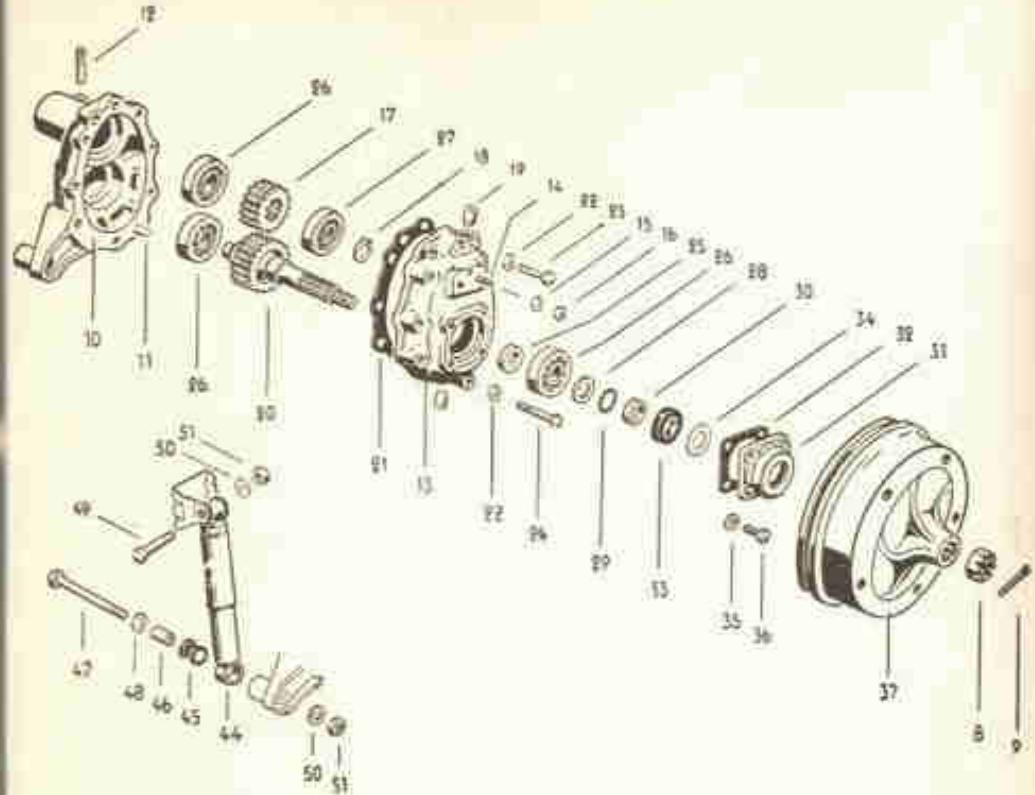

Fig. 3-J — A caixa de redução dos utilitários inteiramente desmontada
Os utilitários possuem ainda uma caixa de redução em cada roda. Essa caixa se compõe de duas engrenagens, uma ligada ao eixo da roda, e outra presa a bengala. Essas engrenagens permitem uma redução permanente de 1:1,4 na Kombi de 36 HP e 1:1,26 na Kombi "1500", que proporciona maior força nas rodas de tração para vencer cargas e esforços elevados sem forçar o motor. (V. fig. 3-J, pág. 114)
— Suspender-se o carro sobre cavaletes ou no macaco bem colocado, e retirar-se a roda. Nos sedans, retira-se a capa do rolamento e nos utilitários, deve-se retirar também o cilindro de freio da roda e as sapatas, para poder atingir o retentor do rolamento (31, fig. 3-J).
— Retira-se o anel de retenção do rolamento na semi-árvore e pode-se então retirar o rolamento externo (27, fig. 3-J), a engrenagem de redução (17), a ponta do eixo com engrenagem de redução (20). O rolamento interno (26) se retira com auxílio da ferramenta VW 242 T.